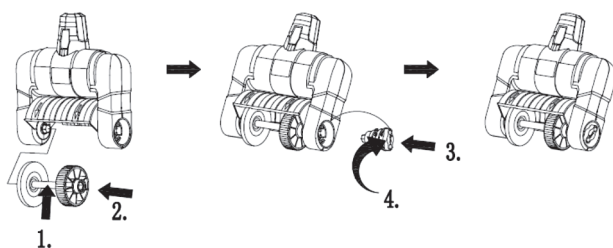

Fig. 4
B. Assemblare la spazzola di plastica a rullo o la spazzola di metallo. Fare riferimento alla Fig. 4